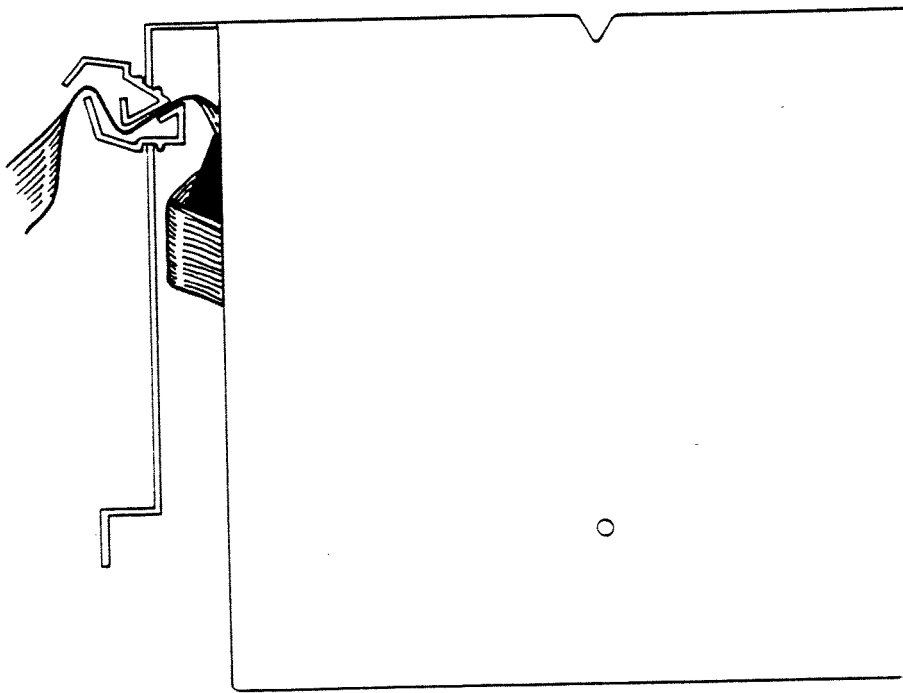

ABBILDUNG 1
10. Entfernen Sie das Bandkabel von der Rückseite des Laufwerks, indem Sie die Zugentlastung (Abbildung 1) aus dem Schlitz drücken und das Kabel herausnehmen. Schieben Sie einen Schraubendreher in den metallenen Schutzdeckel, drücken Sie auf die Zugentlastung und ziehen Sie gleichzeitig von der Außenseite nach unten und außen. Passen Sie auf, daß Sie das Kabel beim Druck auf die Zugentlastung nicht quetschen. (Sie können eine große Zange benutzen, um die Zugentlastung soweit zusammenzudrücken, daß sie sich von der Halteklammer löst.) Die Zugentlastung löst sich in zwei Teilen. Die Zugentlastung kann Ihnen zu schaffen machen, aber geben Sie nicht auf!